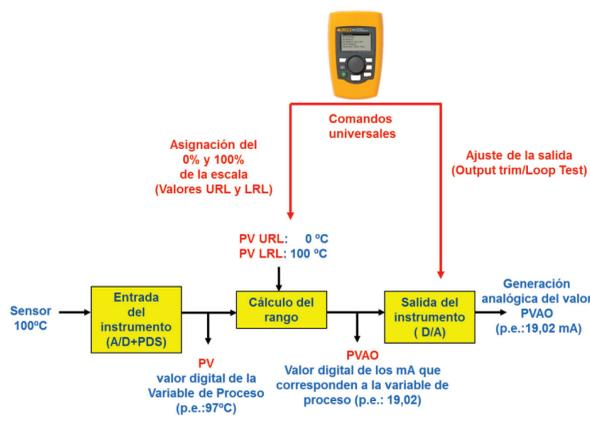

Figura 2. En rojo, las funciones y lecturas *Hart* realizadas con comandos universales y de prácticas comunes.
El calibrador de lazo *Fluke 709H* puede realizar (1) el ajuste del bloque de salida de todos los instrumentos *Hart*, y (2) la asignación del valor del 0 y 100% de la escala de medida, es decir, la programación de los valores URL y LRL (ver figura 2). Este calibrador *Fluke* no requiere actualizaciones pues estas dos acciones se llevan a cabo a través de comandos universales y de uso común del protocolo *Hart* que, evidentemente, no cambian con el tiempo. ■